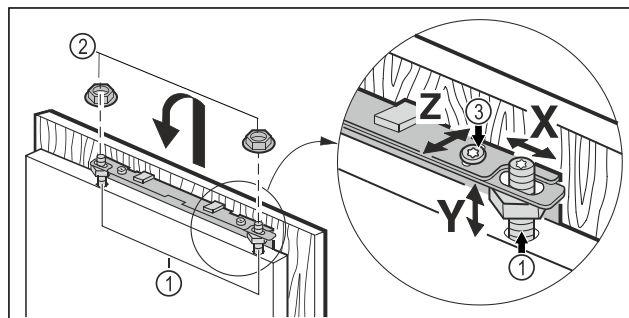

Fig. 20
- Zawiesić drzwi mebla na sworzniach regulacyjnych Fig. 20 (1) i lekko nakręcić nakrętki zabezpieczające Fig. 20 (2) na sworznie regulacyjne.
- Ustawianie drzwi mebla na wysokość Y i pochylenie boczne: za pomocą śrubokrętu ustawić sworznie regulacyjne Fig. 20 (1).
- Dokręcić nakrętki zabezpieczające Fig. 20 (3).